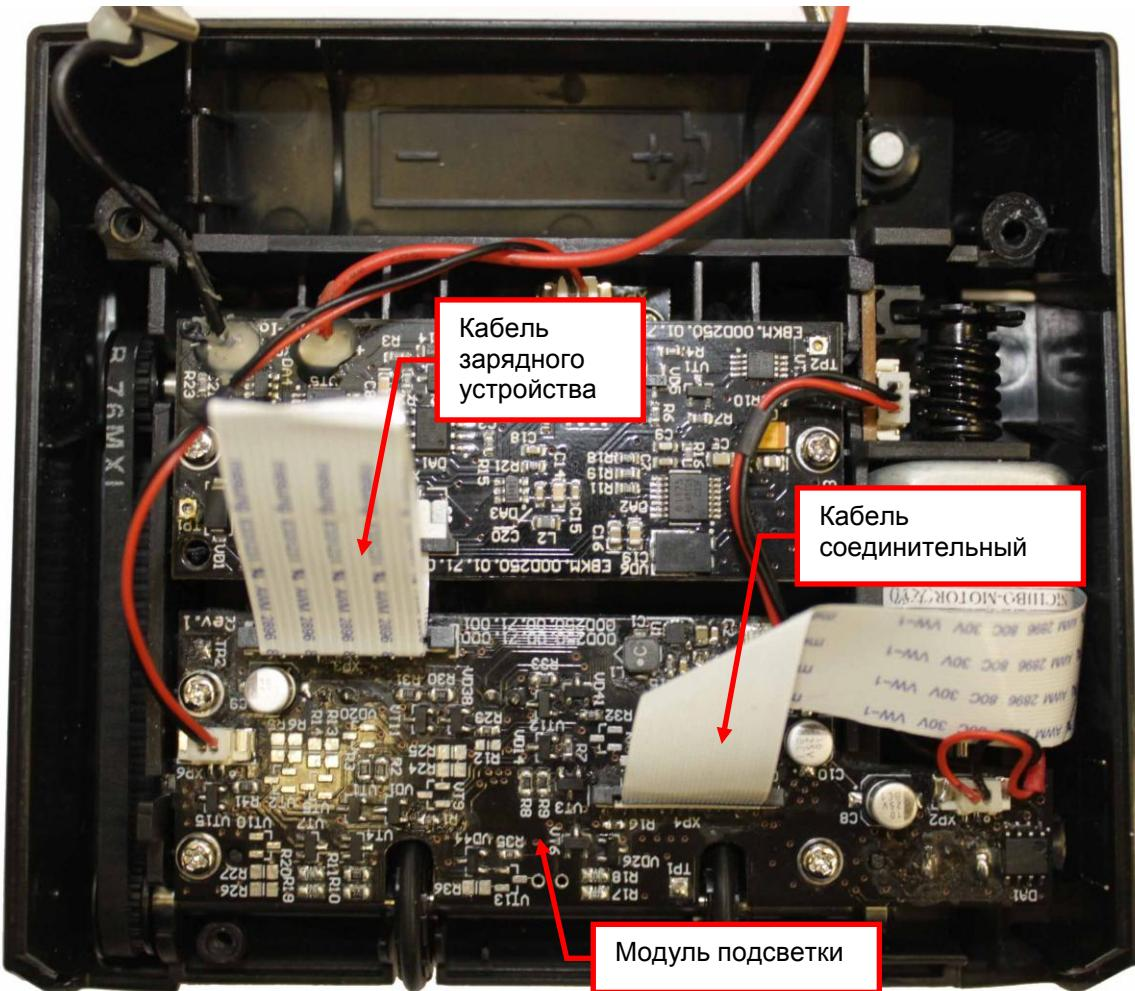

Рисунок 9.9
- 9.5.3 Отсоедините кабель зарядного устройства и кабель соединительный от модуля подсветки (см. рис.9.9).